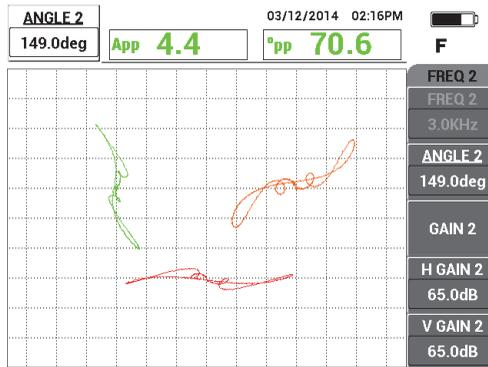

Рис. 5-142 Настройка угла сигнала частоты 2 на опорном кольце
8. Дважды нажмите клавишу ANGLE (◁θ) и настройте угол сигнала частоты 2 (красн.) так, чтобы сигнал отверстия принял почти вертикальное положение (см. Рис. 5-142 на стр. 241).